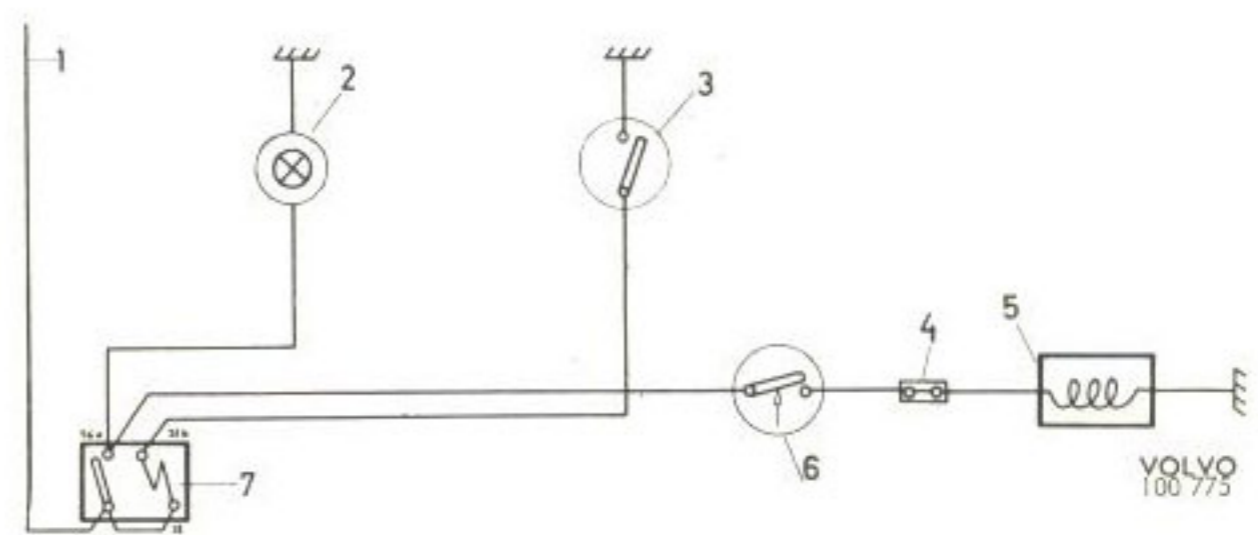

Bild 3. Elektriskt kopplingschema
Vid inkoppling av överväxeln slår man till en kontakt placerad under ratten eller på instrumentbrädan. Ström passerar denna kontakt och går via kontakten på växellådan till en solenoid (5) på överväxeln, se bild 3.